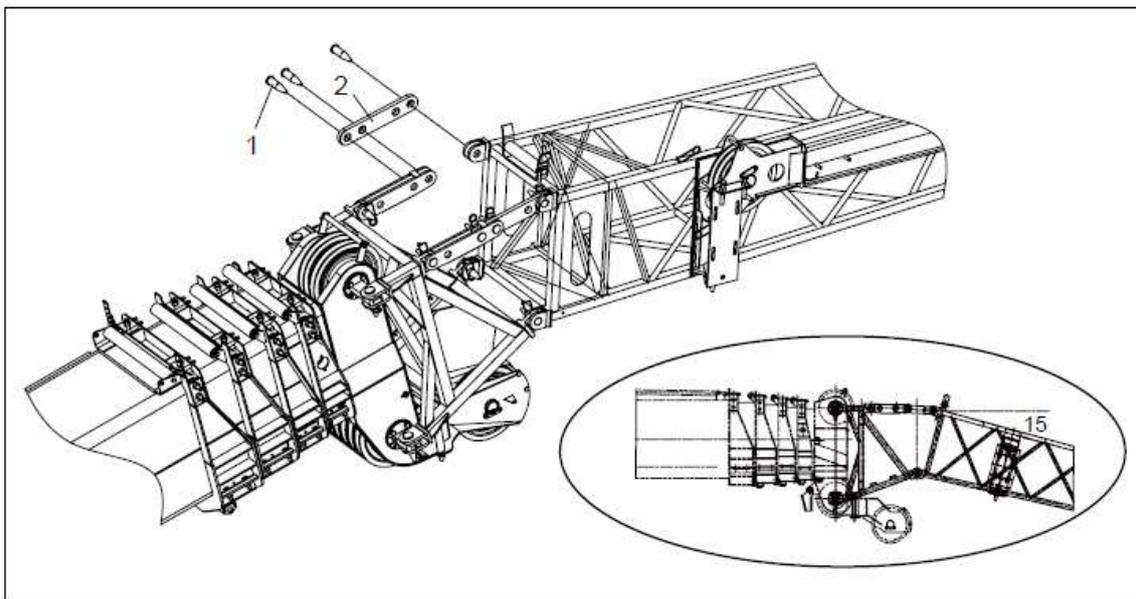
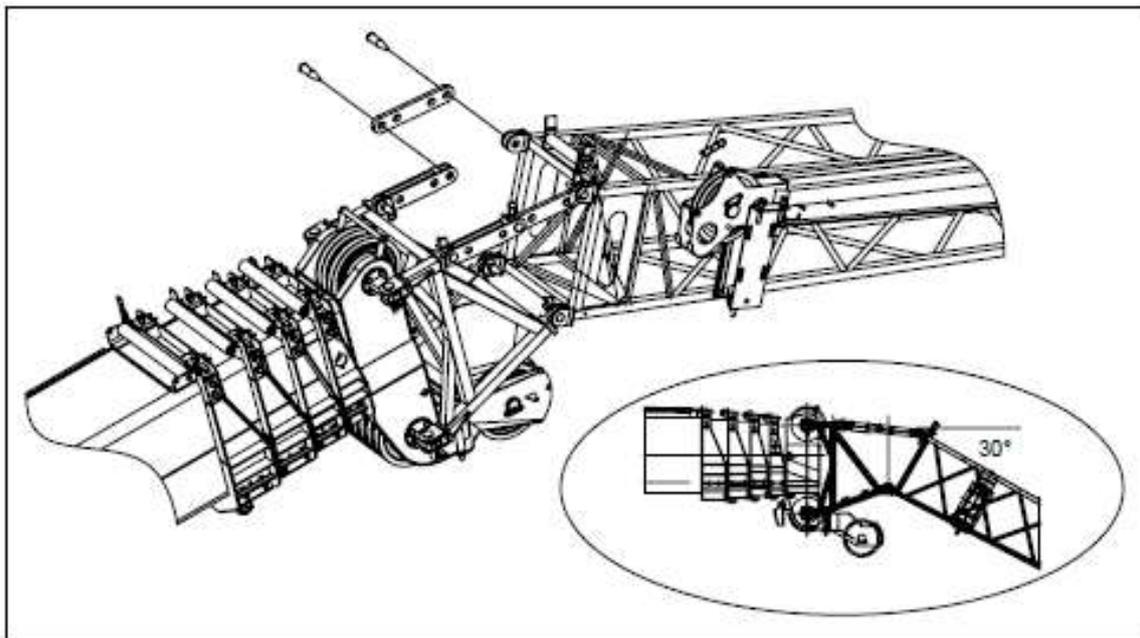

Fig.4-3.45 15° de lança ângulo de deslocamento
Fig.4-3.46 30° de lança ângulo de deslocamento
2) Abaixei o braço até a cabeça de lança tocar o chão. Remova o pino na placa de ligação como mostrado na Fig. 4-3.45, e ajuste-o no buraco de 15° ou 30°. Veja Fig. 4-3.45 e a Fig. 4-3.46.